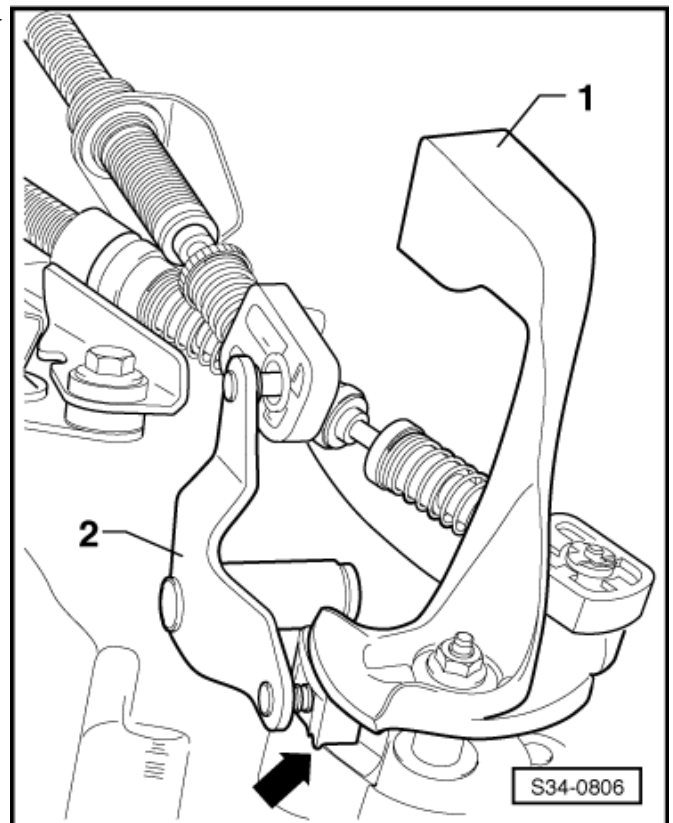

Abb. 7: Einbaulage Kabelbinder für Seilzugbefestigung ►
- ☐ mit Kabelbinder am Wählseilzug befestigen ⇒ Abb. 7 in **34-1** Seite 14